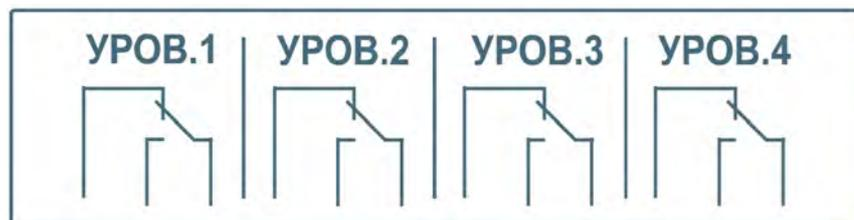

Рис. 5. Расположение клемм на нижней части крышки
2. При выключенном питании проверить омметром цепи реле. Должны быть включены нормально-замкнутые контакты реле в соответствии с рис. 5.